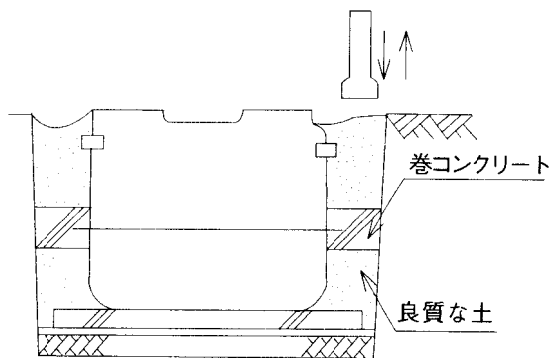

図6
- ③湧水のある場合は、フランジ(浮上防止)のまわりに巻コンクリートを施工してください。(図6参照)